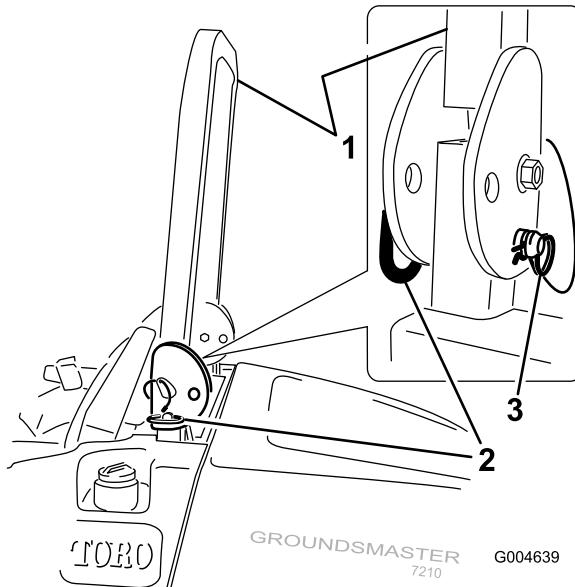

Figure 42
1. Pour abaisser l'arceau de sécurité, retirez les goupilles fendues, poussez l'arceau de sécurité en avant contre les ressorts et retirez les 2 axes (Figure 42).
3. Posez les 2 axes et fixez-les avec les goupilles fendues (Figure 42).
4. Pour relever l'arceau de sécurité, retirez les goupilles fendues puis les 2 axes (Figure 42).
5. Relevez complètement l'arceau de sécurité puis insérez les deux axes et fixez ces derniers avec les goupilles fendues (Figure 42).